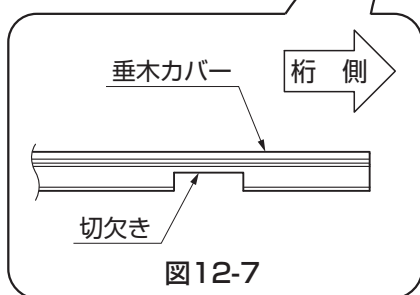

図12-7
- 垂木カバー、妻垂木カバーは切欠きがある方を桁側にしてください。(図12-7参照)